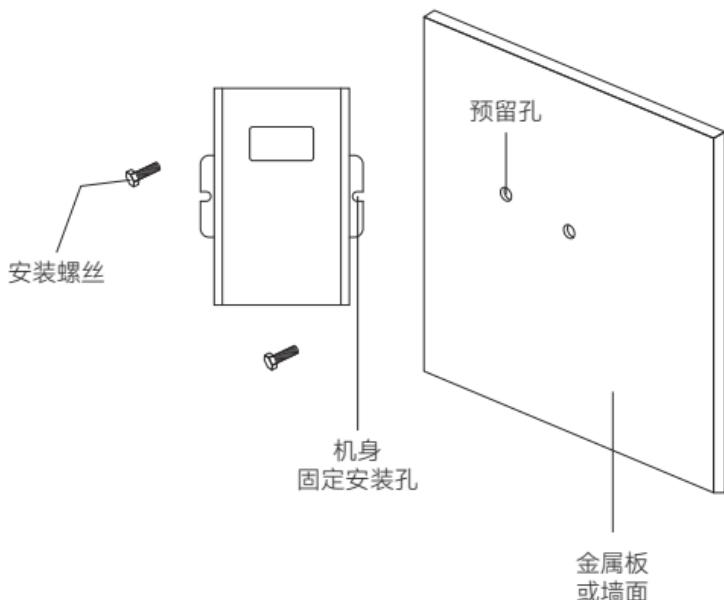

图3-1 固定安装示意图
(1) 将选择安装的位置打孔, 使用安装螺丝将产品固定。如图3-1示;